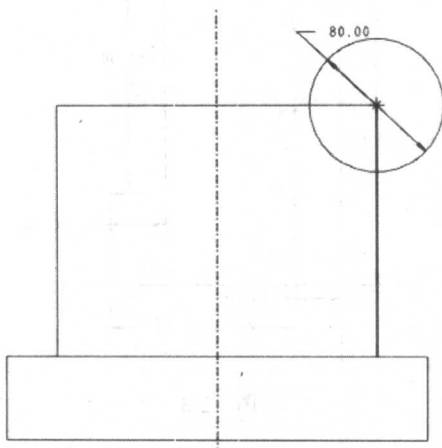

图 2-6
(1) 单击旋转工具按钮，在旋转特征操控板中单击草绘截面按钮，系统显示“剖面”对话框。
(2) 单击“剖面”对话框中的“使用先前的”按钮，单击该对话框中的“草绘”按钮，系统进入草绘工作环境。
(3) 绘制如图2-6所示的一条中心线和1个圆。
(4) 单击草绘命令工具栏中的  按钮，回到旋转特征操控板。
(5) 单击旋转特征操控板中的移除材料按钮。
(6) 单击“选项”按钮，在弹出的“选项”面板中选择“变量”选项，并输入旋转角